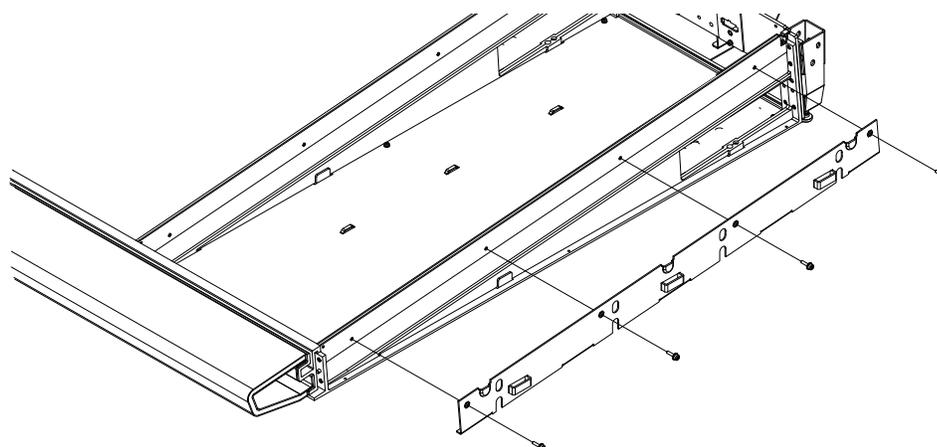

Figura 31. Fijación de las placas de montaje del panel lateral derecho
- 3 Fija la placa de montaje derecha al lado derecho de la estructura, asegurándote de orientarla correctamente, como se muestra en la Figura 31.